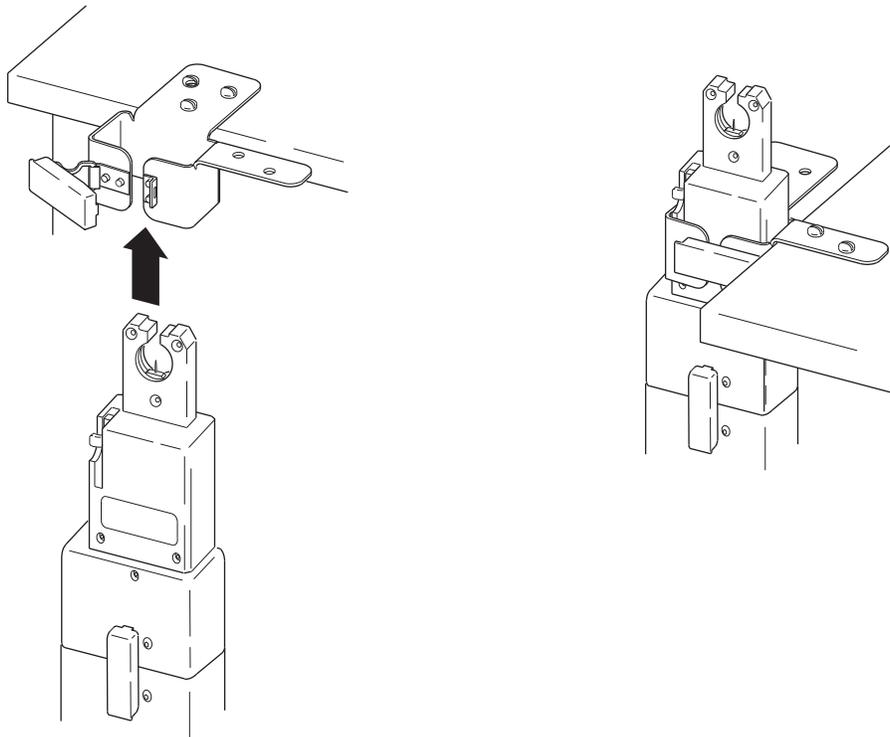

図 21：ベンチ取り付け用ブラケット（シリーズ4）を使用する
1. ワークベンチに取り付け用ブラケットを取り付ける方向を決めます（図21）。取り付け用ブラケットをワークベンチにしっかりと固定します。その際、ラッチが操作できることを確認します。